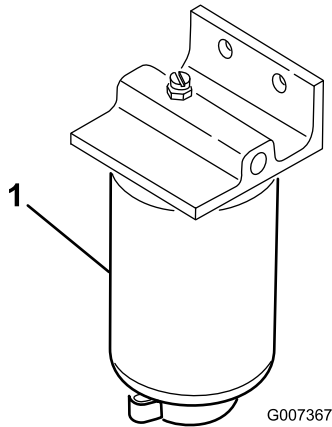

Figure 58
1. Placez un bac de vidange propre sous le filtre à carburant (Figure 58).